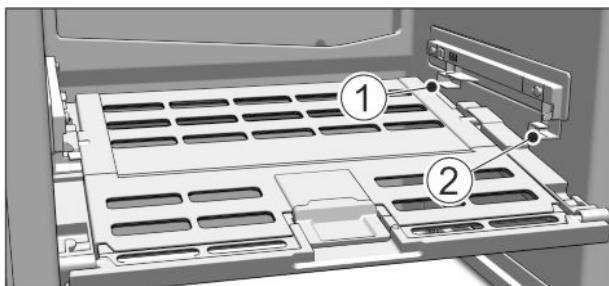

Fig. 48
- Поставяне на капака на отделението Fruit & Vegetable-Safe: Пъхнете шийките на капака отдолу в задния държач Fig. 48 (1) и фиксирайте отпред в държача Fig. 48 (2).